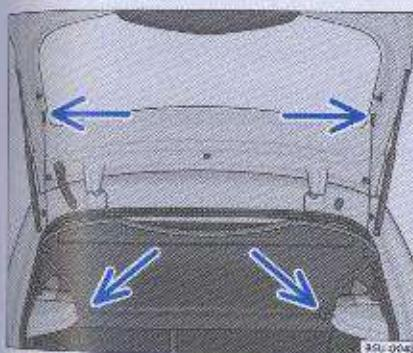

Fig. 90 Cubierta del maletero Desmontaje y montaje
- Empuje la cubierta hacia adelante, introduciéndola en sus soportes laterales ⇒ fig. 90 -flechas inferiores-.
- Encastre los cordones ⇒ fig. 90 -flechas superiores- de la tapa del maletero.